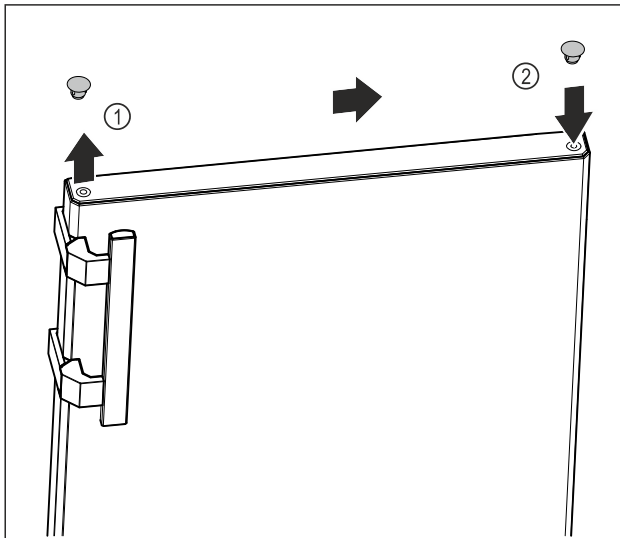

Fig. 18
- ▶ Обережно підніміть заглушки у верхній частині дверцят Fig. 18 (1) за допомогою шліцевої викрутки.
- ▶ Вставте заглушки з протилежного боку Fig. 18 (2)